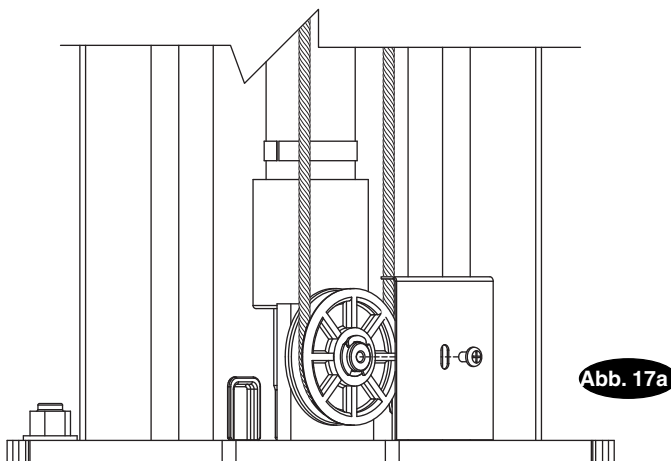

Abb. 17a
F) Seilzug 1 um die untere Laufrolle legen, dann nach oben, um die Overhead-Laufrolle und nach unten zum gegenüberliegenden Schlitten (Abb.19). Laufrollen-Abdeckung anbringen (Abb.17a).
- A) Abdeckung der Laufrolle entfernen (Abb.17a).